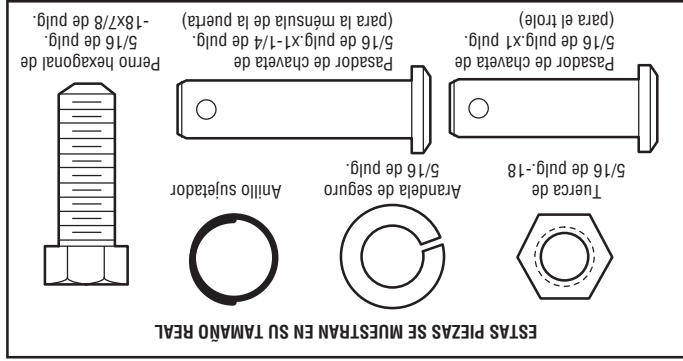

Figura 1
2. Fije la sección recta del brazo de la puerta al carro exterior usando un pasador de chaveta de 5/16 de pulg. x 1 pulg. Asegure la conexión con el anillo sujetador (Figura 1).